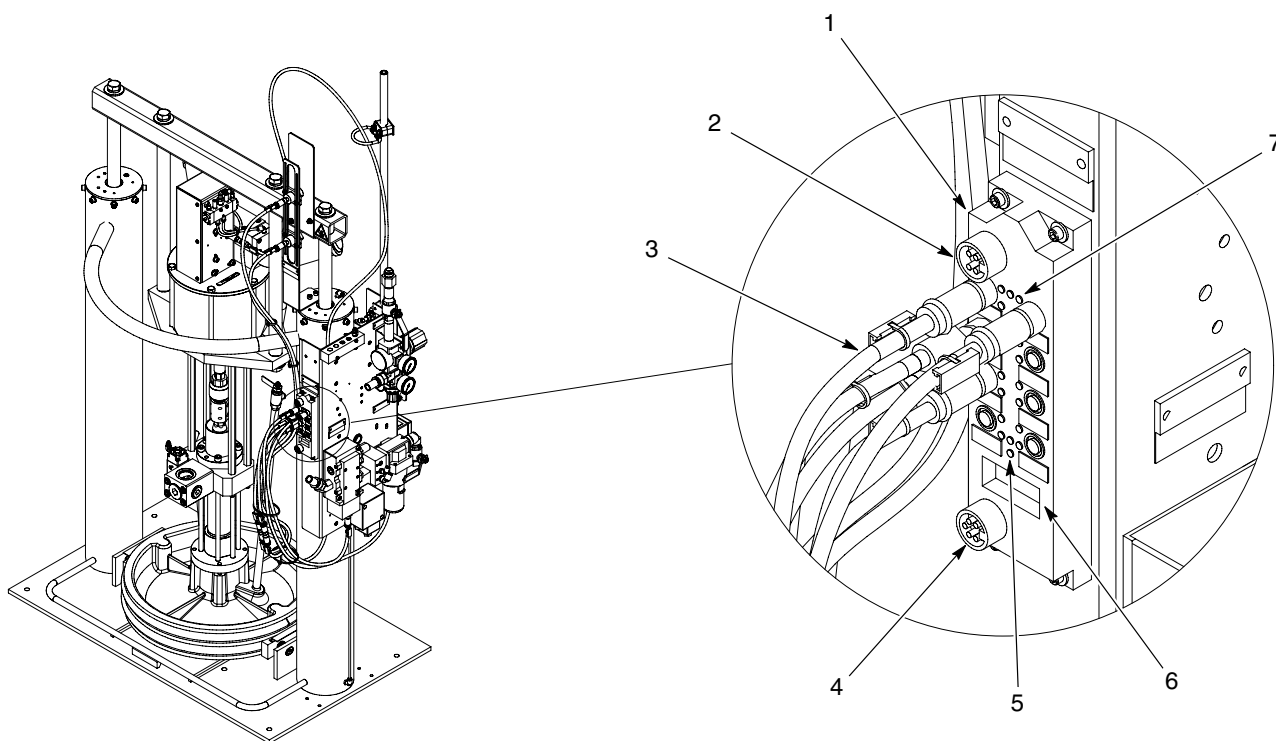

Figura 1 Módulo DeviceNet típico Rhino SD2/XD2
Ver la figura 1. El módulo E/S DeviceNet conecta con los componentes eléctricos en el descargador de gran volumen Rhino SD2/XD2 a través de los cables de interfaz del microconector de 12 mm (3). La estación DeviceNet (1) dispone de 8 entradas discretas y 8 salidas discretas. Las entradas están alimentadas por bus y las salidas se alimentan de forma auxiliar. Ver la sección *Entradas y salidas* para la descripción de cada entrada y salida.